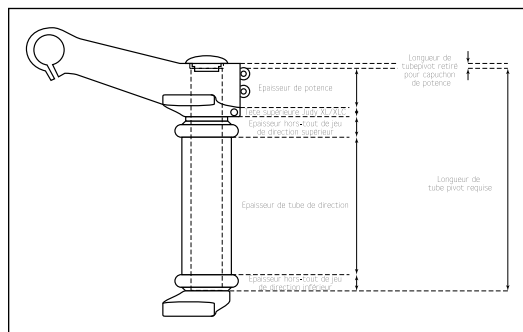

Fig. 2
3. Il sera peut-être nécessaire de couper le tube pivot à la longueur voulue. Pour couper le tube pivot, il est nécessaire de retirer les tubes supérieurs. Ceci permet d'éviter que les tubes supérieurs n'entravent l'opération de raccourcissement du tube pivot. La longueur du tube pivot est déterminée par les dimensions des pièces suivantes : collier de serrage du tube pivot de la tête supérieure Judy XL, collier de serrage du tube pivot de la potence, tube de direction du cadre et pile de jeu de direction supérieure et inférieure (voir Fig. 2). Pour faciliter l'assemblage, ne montez pas la tête supérieure de votre Judy XL sur les tubes supérieurs avant d'avoir coupé le tube pivot à la longueur